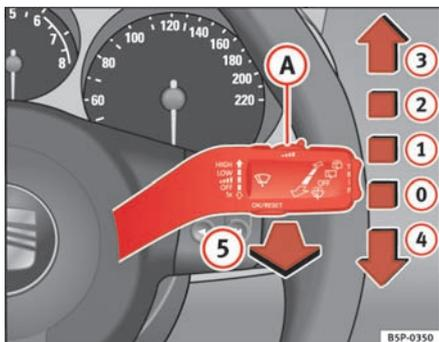

Fig. 82 Palanca del limpia-lavacristales
La palanca del limpiacristales ⇒ fig. 82 tiene las siguientes posiciones:
- Si se detiene el vehículo estando el limpiaparabrisas funcionando en la posición **2** ⇒ página 127, fig. 82 o en la posición **3**, automáticamente comenzará a funcionar en una posición inferior. Si el vehículo reinicia la marcha, el limpiaparabrisas seguirá funcionando en la posición seleccionada originalmente